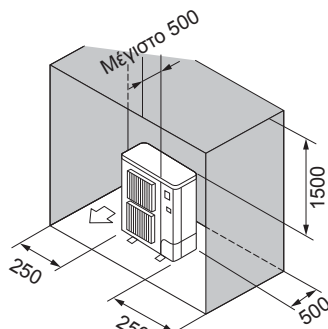

Fig. 2-8
- ⑥ Εμπόδια στην πίσω, στις δύο πλαϊνές και στην επάνω πλευρά μόνο (Fig. 2-8)